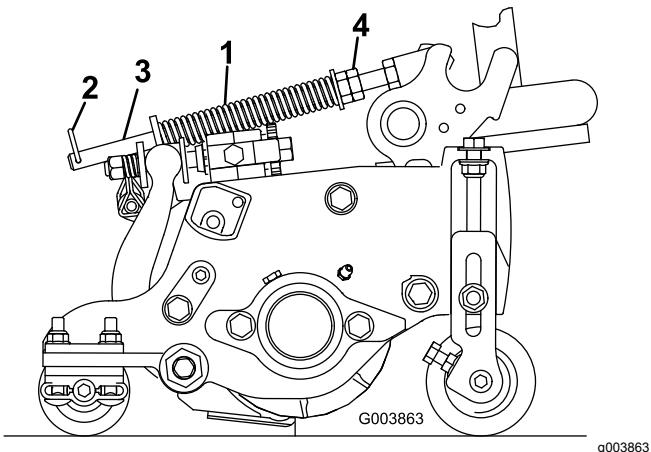

Рисунок 15
Пружина компенсации состояния грунта (Рисунок 15) переносит вес с переднего на задний каток. (Это помогает снизить волнобразный рисунок на грунте, также называемый волнами или неровностями.)
- Убедитесь в том, что шплинт вставлен в заднее отверстие штока пружины (Рисунок 15).
- Затяните шестигранные гайки в передней части штока пружины так, чтобы скатая длина пружины стала равна 12,7 см на Reelmaster 5410 (с 5-дюймовыми режущими блоками) или 15,9 см на Reelmaster 5510 (с 7-дюймовыми режущими блоками) (Рисунок 15).